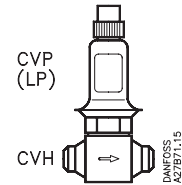

Fig. 9
Pilotventilen har nøglevidden 32 mm og bør tilspændes med et moment på 50 Nm (5 kpm). CVP eller CVPP kan desuden monteres separat i et ventilhus, og anvendes som pilotventil eller selvstændig ventil. Se fig. 9 og 10. Anvendes CVP/CVPP + ventilhus CVH som pilotventil, monteres enheden i en pilotledning med gennemstrømning imod hovedventilen.
Type CVP or CVPP can also be mounted separately in a valve housing, and used as a pilot valve or an independent valve. See figs. 9 and 10. If the CVP/CVPP + valve body CVH is used as a pilot valve the unit is mounted in a pilot line with flow towards the main valve.
CVP oder CVPP können ausserdem separat in ein Ventilgehäuse eingebaut und als Pilotventil oder als selbständiges Ventil verwendet werden. Siehe Fig. 9 und 10. Bei Verwendung von CVP/ CVPP + Ventilgehäuse CVH als Pilotventil ist die Einheit mit Durchfluß in Richtung des Hauptventils und eine Pilotleitung einzubauen. Der Nippel (6) des CVPP ist an einen externen Steuerdruck anzuschliessen. CVP/CVPP (LP) dürfen nicht Pulsationen von der Druckseite des Kompressors ausgesetzt sein.